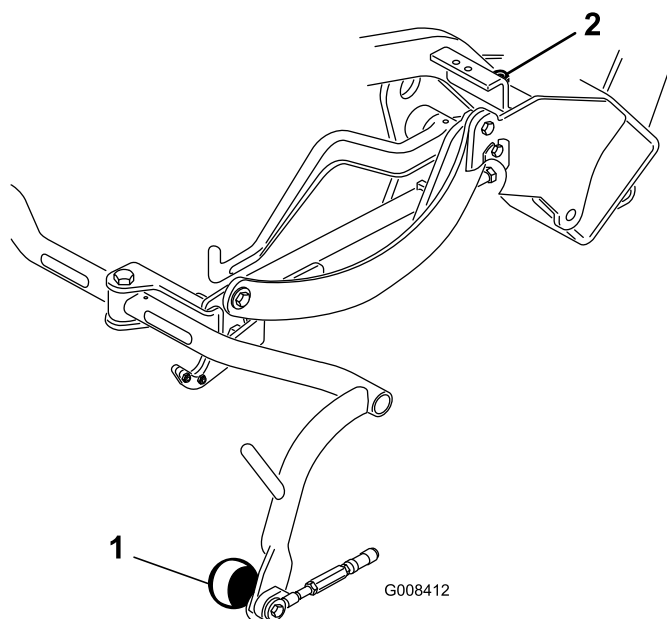

Bild 10
3. Sollte eine Einstellung erforderlich sein, lösen Sie die Klemmmutter an der Anschlagschraube des Trägerrahmens (Bild 10) und drehen Sie die Schraube nach oben oder unten, um den Trägerrahmen anzuheben oder abzulassen. Ziehen Sie die Klemmmutter nach dem Einstellen fest.